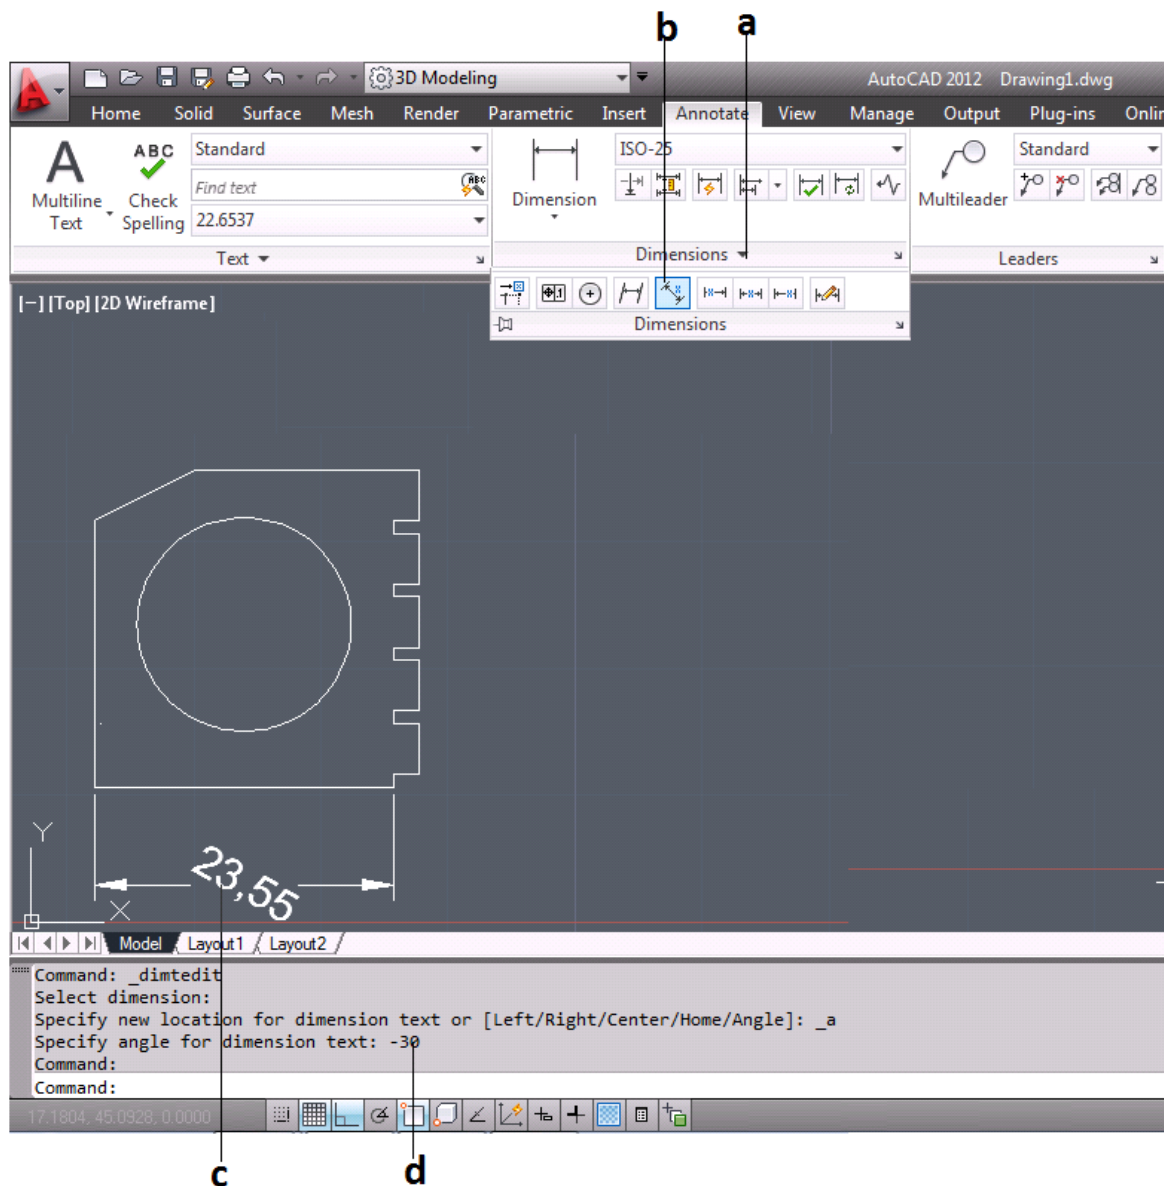

Figura 3.76 Acotado “Angulo”
- Se da clic sobre la flecha Dimensiones [Dimensions] para desplegar las opciones (figura 3.76).
- Se selecciona la opción ángulo [angel], para activar la opción girar (figura 3.76).
- Se selecciona la cota a cambiar de giro (figura 3.76).
- Se introduce -30 que será el ángulo de inclinación del texto y se da enter (figura 3.76).